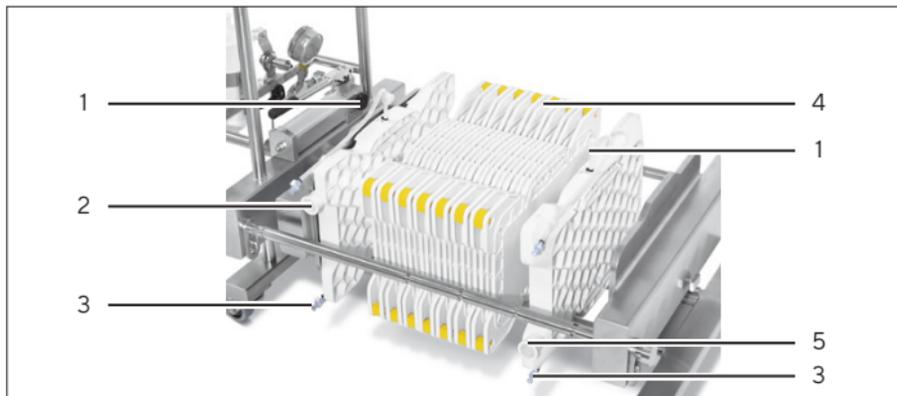

Abb. 6: Kassette(n) zwischen Manifold-Einlass- und -Auslassplatten am Pilot-Filterhalter einsetzen.
- ▶ Die Kassetten (4, siehe Abb. 6) an der niedrigstmöglichen Position in den Halter einsetzen.
- ▶ Die Kassetten (4) für die chromatografische Trennung müssen aus dem gleichen Lot stammen.
- ▶ Die gewünschte Anzahl von Sartobind® Kassetten (4) zwischen die Manifolds (siehe Abb. 6) einsetzen.
- ▶ Alle Ablass- und Entlüftungsventile (1) der Manifold-Platten manuell mithilfe der Verschlussklemme schließen.